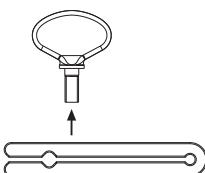

Abb. 8
- Abziehhilfe demontieren, siehe Abb. 8.